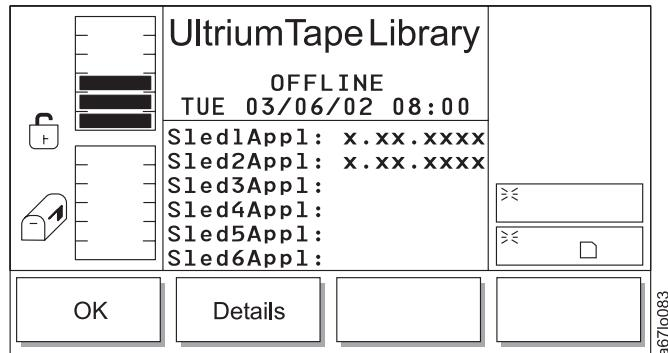

Abbildung 199. Detaildialog (zweite Anzeige)
- Wird **Details** ausgewählt, erscheint die zweite Anzeige des Detailldialogs (siehe Abb. 199 auf Seite 212).
Tabelle 148. Übersetzung von Abb. 199, Detaildialog (zweite Anzeige)